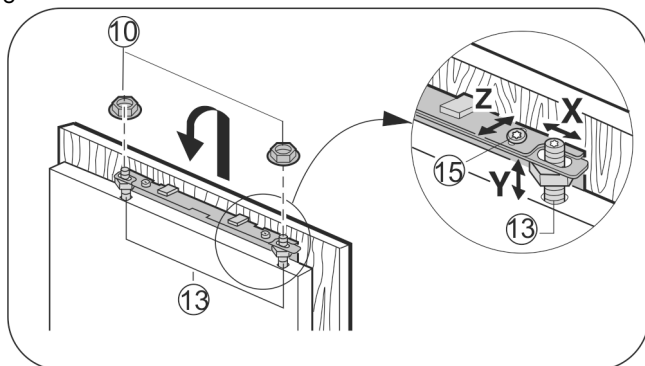

Fig. 31
- Möbeltür auf die Justagebolzen Fig. 31 (13) einhängen und Kontermuttern Fig. 31 (10) locker auf die Justagebolzen schrauben.
- Möbeltür in der Höhe Y und in der seitlichen Neigung ausrichten: Justagebolzen Fig. 31 (13) mit einem Schraubendreher einstellen.
- Kontermuttern Fig. 31 (10) anziehen.